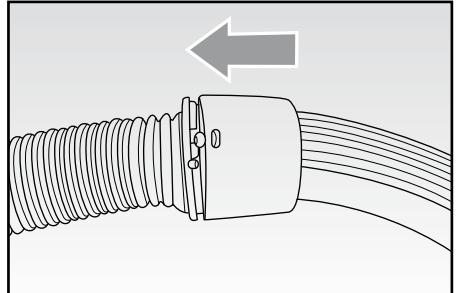

Fig. 2
- Montare l'impugnatura (H) sul manico (M) premendola leggermente in modo che la tacca sull'impugnatura si inserisca perfettamente all'interno dell'apposita asola presente sul manico (Fig. 2). Esercitare quindi una leggera trazione per verificare che siano stati assemblati correttamente.